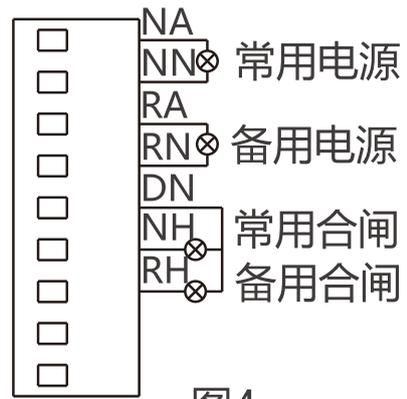

图4
6.3.1 末端型输出端子接线示意图见图4.(注：接线端口为有源端口)